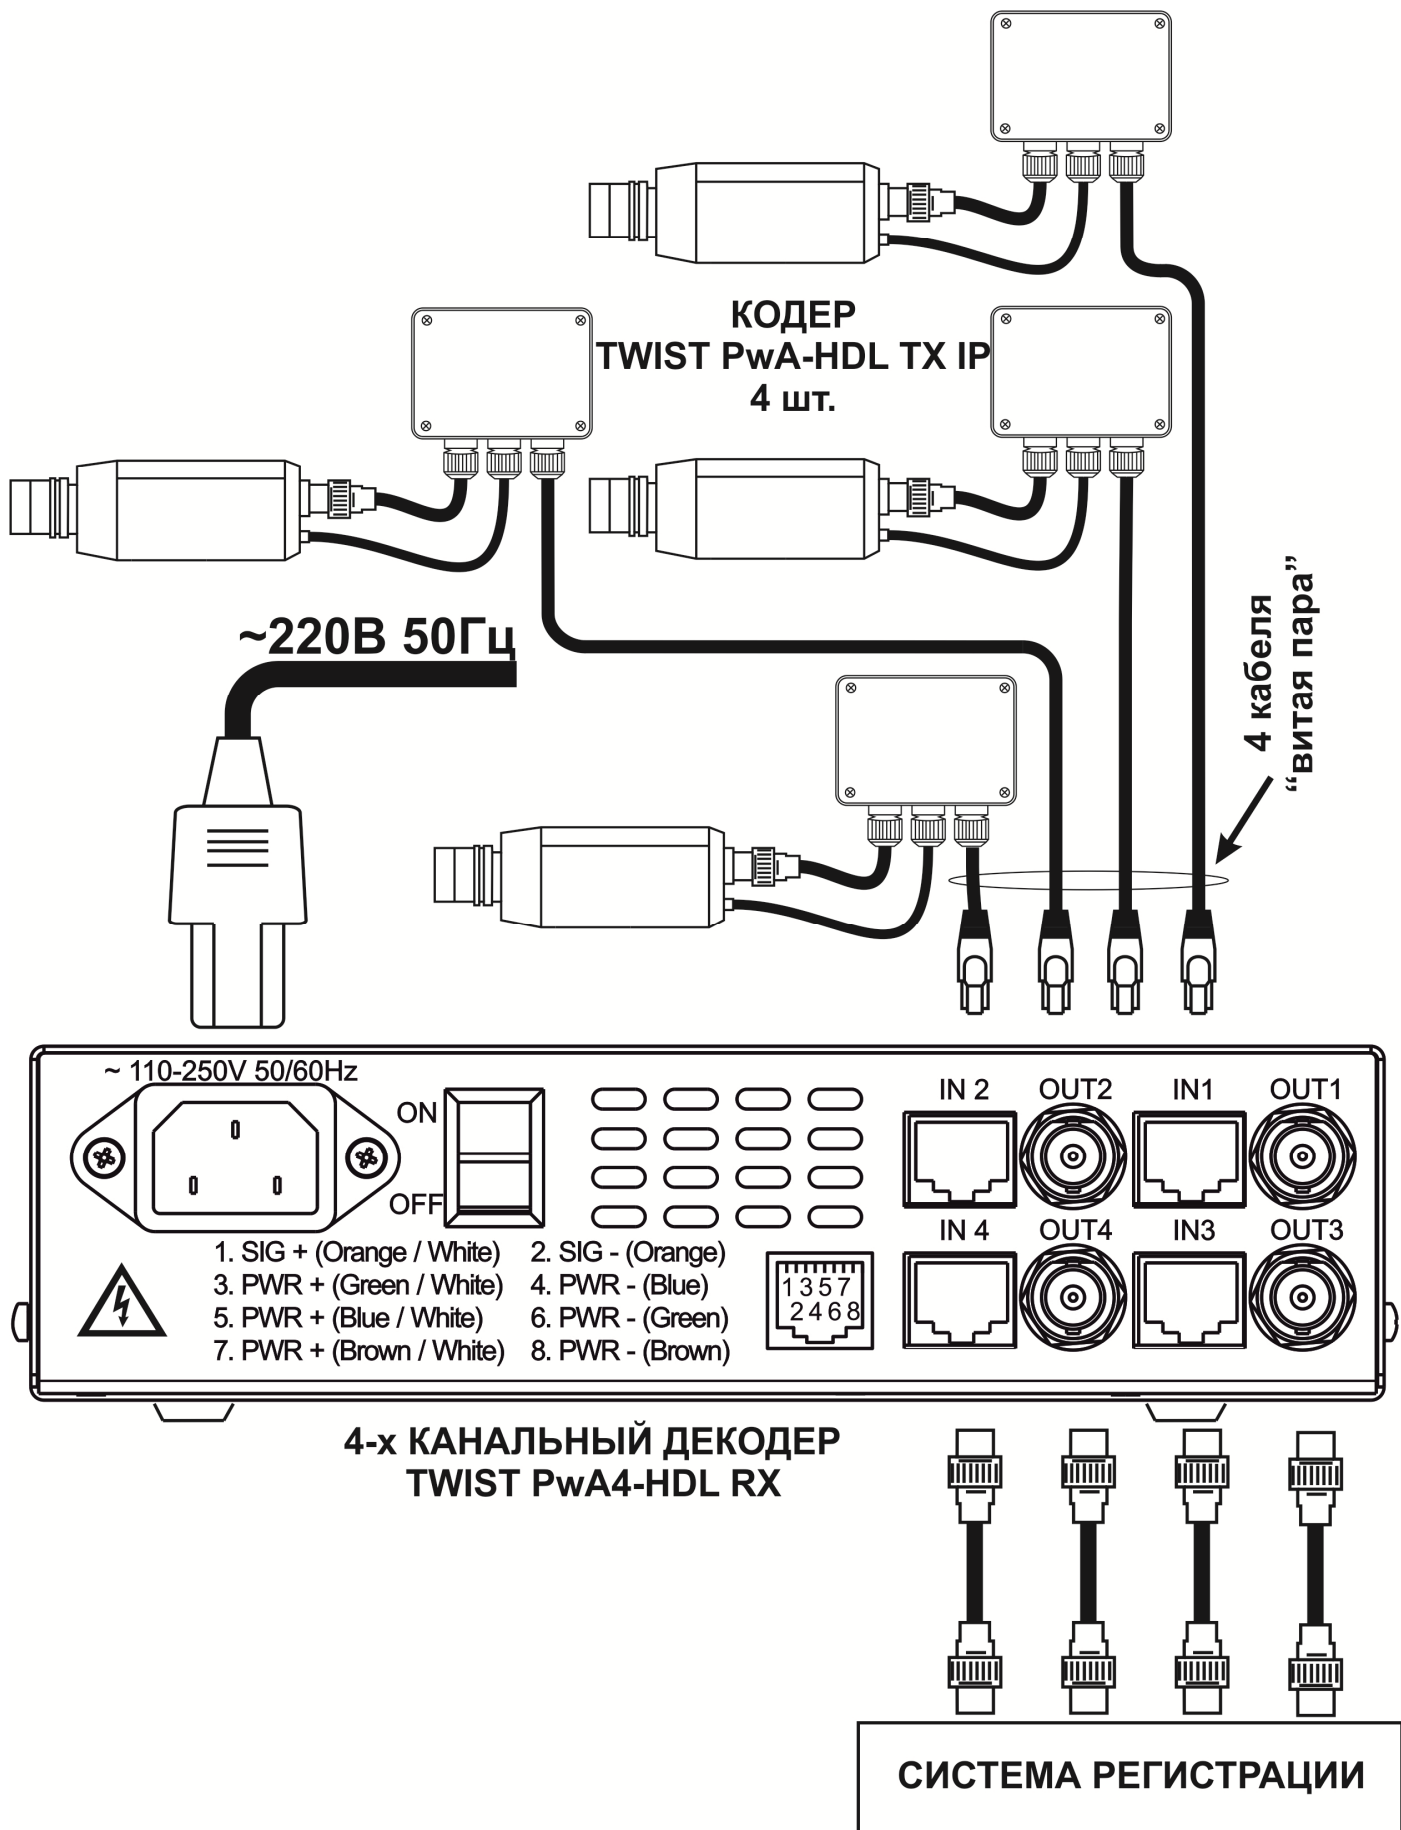

Рис.1 Схема подключения комплекта усилителей TWIST PwA-4-HDL.
1. Соединение кодера и декодера должно производиться выделенным кабелем симметричной витой пары, изолированным от всех других проводов, а также от любых металлических конструкций. Пример соединения комплекта с использованием кабеля UTP показан на рис.1.
Подключите к выходу декодера аппаратуру регистрации (монитор) согласно рис.1. Подайте питание на комплект и убедитесь, что светодиоды на передней панели блока декодера и платах кодеров зажглись и изображения на всех каналах без искажений и помех.